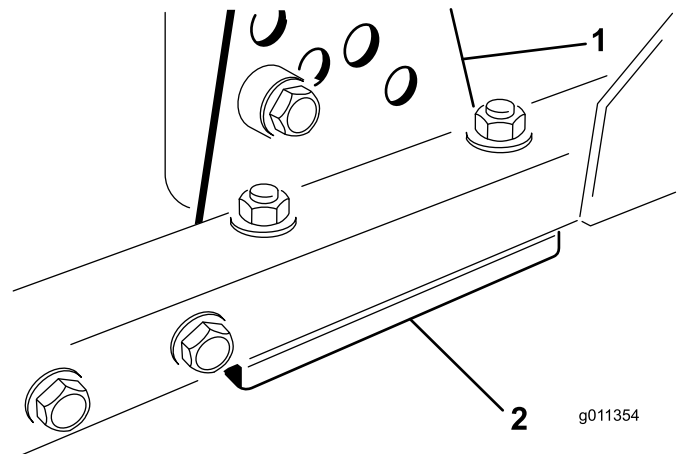

Figura 89
1. Togliete la staffa dell'altezza di taglio (anteriore, sinistra o destra) dal telaio dell'apparato di taglio (Figura 89).
2. Inserite gli spessori da 1,5 mm e/o gli spessori da 0,7 mm tra il telaio dell'apparato di taglio e la staffa per ottenere l'impostazione dell'altezza desiderata (Figura 89).